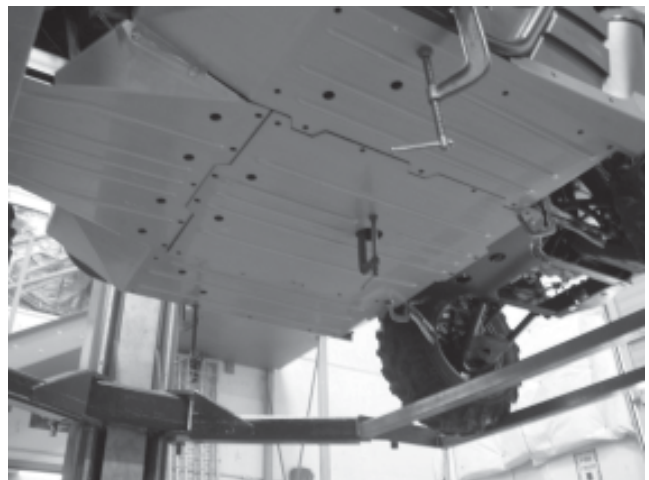

Figure 5
Vous devez percer les trous de montage dans le cadre du véhicule. Marquez au pointeau et percez les trous de montage à l'aide d'une mèche 11/64 po. Fixez de manière lâche la plaque de protection au cadre à l'aide d'une vis n° 12 (B1). (Figure 5)
7. Alignez la plaque de protection avant avec la plaque de protection du milieu et le cadre du véhicule. Marquez au pointeau et percez les trous de montage restants. Fixez de manière lâche la plaque de protection avant au cadre à l'aide d'une vis n° 12 (B1). (Figure 5)